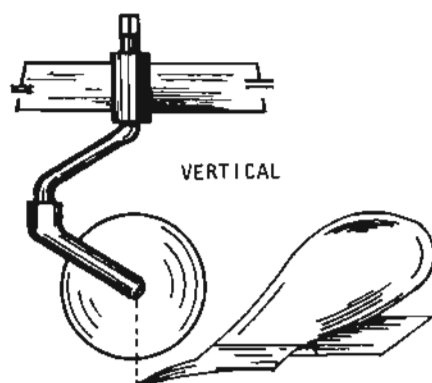

Fig. 1
- ___ b Ajuste la posición vertical y lateral de acuerdo con el manual del operador (figs. 1 y 2).